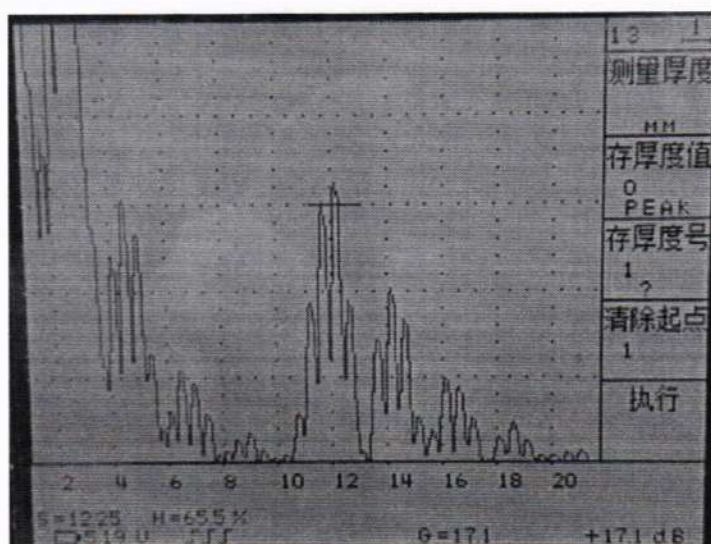

Рисунок 5
10.1.3.1.4 Установить ПЭП на меру толщиной 20 мм из комплекта КМТ176М-1 предварительно нанести на неё контактную жидкость. Получите донный эхосигнал. Нажать кнопку «Измерение», энкодером «B» установить видимую область от 150 до 200% от толщины меры, энкодером «C» установить точку отсчёта «0», энкодером «A» установить высоту эхосигнала на уровне примерно 80% от высоты дисплея. Кнопкой «Стробы» выбрать режим «Строб 1». Энкодерами «A», «B», «C» установите строб 1 так, чтобы он перекрывал верхнюю часть эхосигнала (рисунок 5). Нажмите кнопку «APY». Нажмите кнопку «F1», Считайте измеренное значение толщины  $T_f$ , мм, в меню (13-F1). Выполните измерение 5 раз, записывая значения.